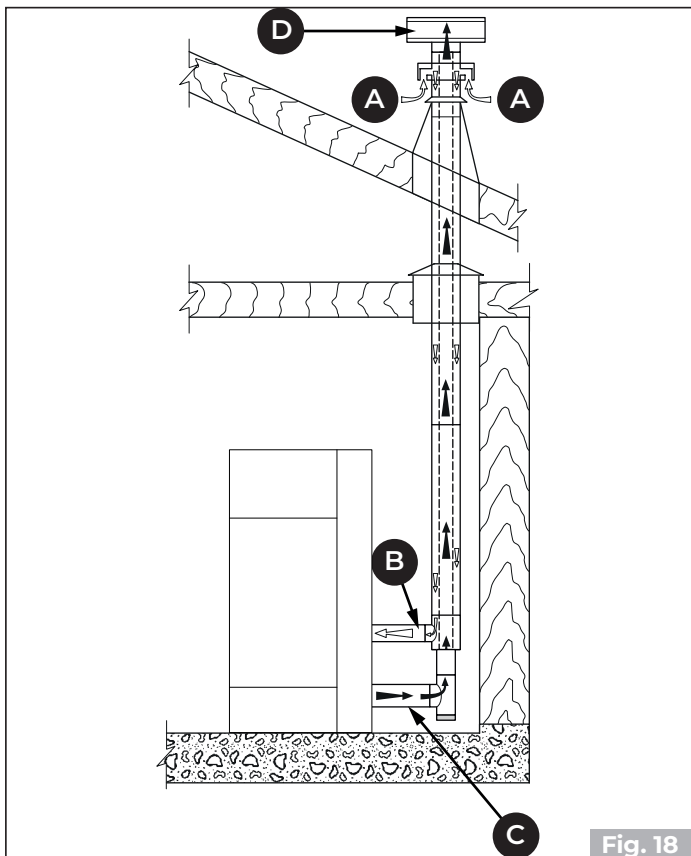

Fig. 18
- canalizzare l'aria comburente sfruttando un tubo di scarico coassiale per l'espulsione dei fumi e il prelievo dell'aria (**Fig. 16 - Fig. 18 - A, B = Ingresso aria, C, D = Uscita fumi**); pertanto non è necessario fare una classica presa d'aria nel locale.